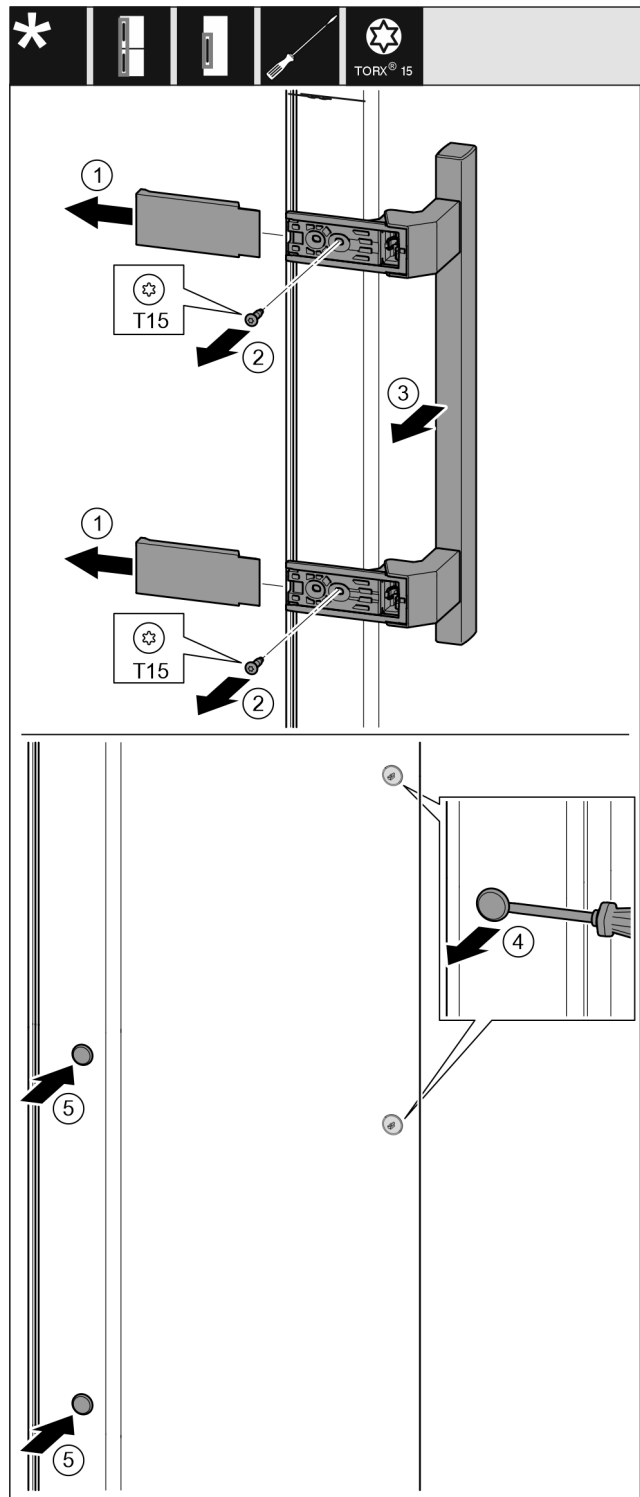

Fig. 18
- ▶ Dra bort skydd. Fig. 18 (1)
- ▶ Skruva ur skruvar med skruvmejsel Torx 15. Fig. 18 (2)
- ▶ Ta av handtag. Fig. 18 (3)
- ▶ Använd den spårskruvmejsel och lyft försiktigt pluggen på sidan och dra ut den. Fig. 18 (4)
- ▶ Sätt in pluggen på andra sidan igen. Fig. 18 (5)